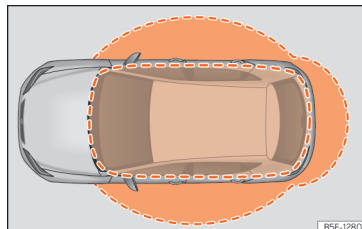

Fig. 73 Keyless Access: zonas de proximidad.
- El vehículo se desbloquea cuando la llave de contacto se detecta en un área cercana >>> **fig. 73**. Todos los intermitentes se iluminan dos veces.